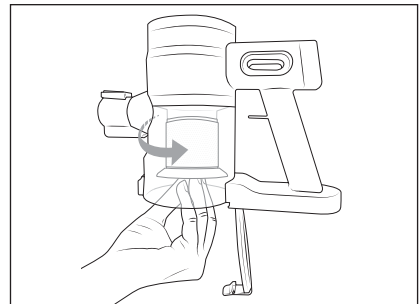

Abb. 15
- 6) Setzen Sie den Edelstahlfilter **6** und den EPA-Filter **5** wieder in den Staubbehälter **2** und drehen Sie den EPA-Filter **5** gegen den Uhrzeigersinn, bis er fest im Staubbehälter **2** sitzt (siehe Abb. 15).